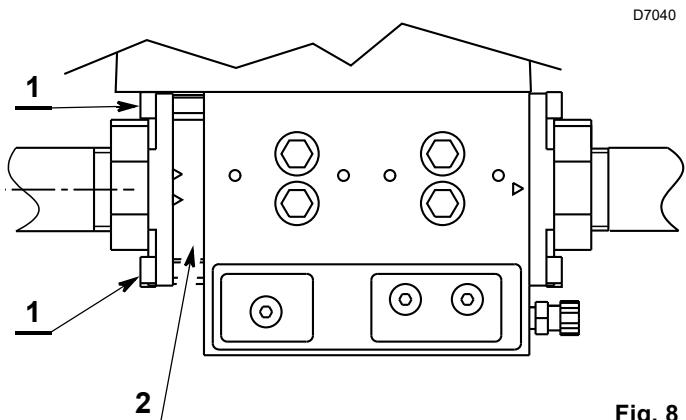

Fig. 8
- Contrôler si la bride est étanche (Fig. 8).